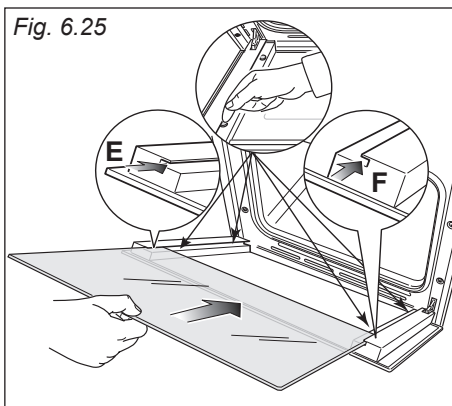
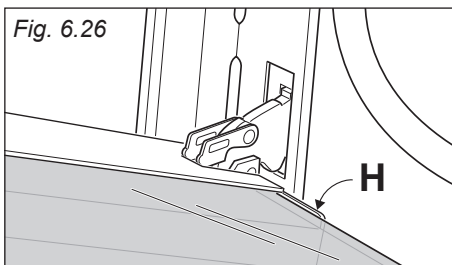

Fig. 6.25
Fig. 6.26
IMPORTANTE: È consigliabile, durante la rimozione del vetro, tenere premuti in posizione i 4 distanziatori "D", mediante un dito, al fine di evitare la rottura o lo sfilamento dei distanziatori stessi (fig. 6.25).
IMPORTANTE: È consigliabile, durante l'inserimento del vetro, tenere premuti in posizione i 4 distanziatori "D", mediante un dito, al fine di evitare la rottura o lo sfilamento dei distanziatori stessi (fig. 6.25).
- Inserire il vetro nelle guide "E" ed "F" (fig. 6.25) e farlo scorrere dolcemente fino ai fermi "H" (fig. 6.26).